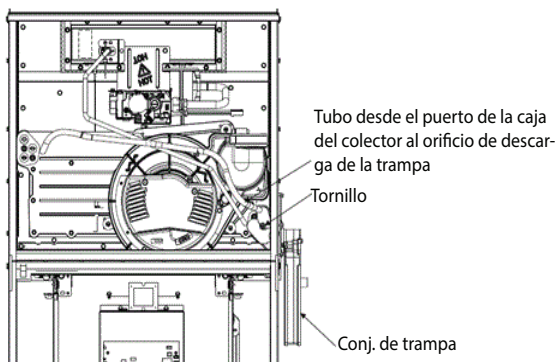

Fig. 19 – Ejemplo de conexión de la tubería
5. Quite la tapa de la caja del colector instalada de fábrica. Tienda el tubo desde el puerto de la parte superior izquierda de la caja del colector hasta el puerto de descarga en el adaptador de la trampa, consulte Fig. 19. Si el tubo es demasiado largo, corte cualquier longitud adicional.
4. Quite la tapa de la caja del colector instalada de fábrica. Tienda el tubo desde el puerto de la parte superior izquierda de la caja del colector hasta el puerto de descarga en el adaptador de la trampa consulte la fig. 19. Si el tubo es demasiado largo, corte cualquier longitud adicional.